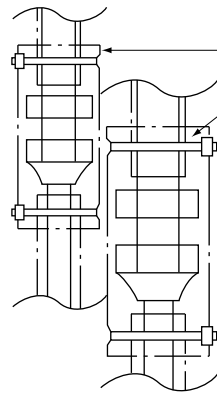
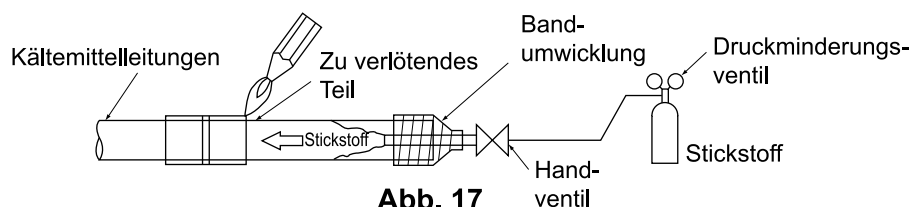

Abb. 13
Abb. 17
- Bringen Sie nach der Überprüfung auf austretendes Gas die thermische Isolierung an den Rohrleitungen an. (**Siehe Abb. 13**)
- Bringen Sie die thermische Isolierung sowohl an den Gas- als auch den Flüssigkeitsleitungen an, vorhanden ist. Verwenden Sie hierzu das beiliegende Isoliermaterial (5) und (6). (Befestigen Sie beide Enden der Isolierung (5) und (6) mit der Schelle (8).
- Beginnen Sie erst mit dem Hartlöten der Kältemittelleitungen, wenn Sie die Stickstoffspülung ausgeführt und die Luft in den Rohrleitungen durch Stickstoff ersetzt haben (**siehe Abb. 17**). Schließen Sie danach die Inneneinheit mit einer Bördelverbindung an (**Siehe Abb. 13**).
1. Wenn Sie nach Ausführung einer Stickstoffspülung hartlöten möchten, empfiehlt es sich, den Stickstoffdruck mit Hilfe eines Druckminderventils auf ca. 0,02 MPa einzustellen. (**Siehe Abb. 17**)